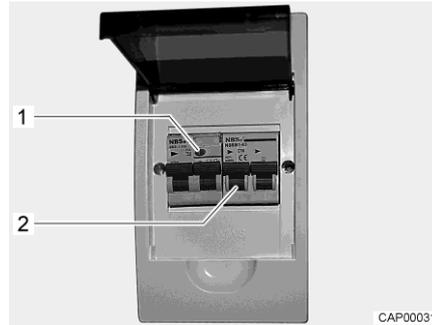

Fig. 86 Scatola dei fusibili a 230 V con interruttore di sicurezza e interruttore automatico FI
Un interruttore di sicurezza per correnti di guasto (interruttore automatico FI) nella scatola dei fusibili protegge l'intero veicolo da correnti di guasto (0,03 A). La rete di bordo a 230 V è protetta da un interruttore di sicurezza collegato in serie (10 A) (Fig. 86,2).
- Se il veicolo è collegato all'alimentazione a 230 V, premere il tasto di controllo (Fig. 86,1). L'interruttore di sicurezza per correnti di guasto deve scattare.